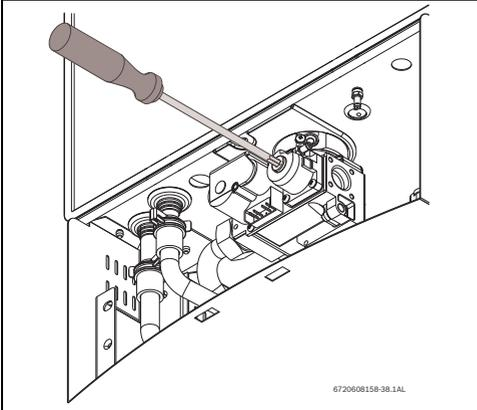

Fig. 42 Ajuste de CO2 en modo P2
- ▶ Remover la pintura amarilla de precintado/sellado, de la tapa de protección de la parte delantera de la válvula de gas y removerla con una llave Torx nº 40, Fig. 42.
- Colocar la tapa de protección de la parte delantera de la válvula de gas, Fig. 42.